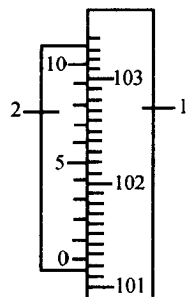

图 6 读数方法
(1) 记录气压计上温度计的读数。
(2) 调节汞槽内汞面高度。旋动螺丝 7，使槽内汞面恰与象牙针 5 的尖端相接触。黄铜管上的刻度读数是以象牙针尖端为零点开始计算的。
(3) 调节游标尺 旋转游标旋钮 4，使游标尺的下沿略高于汞柱液面，然后慢慢下降，使游标尺的下沿与汞弯月面相切并与视线处于同一水平线上。
(4) 读数 先根据与游标尺零点相对应的黄铜标尺（主尺）的刻度，读出接近游标尺零点以下的刻度值，如 101.2（图 6）再从游标尺上找出与主尺刻度线吻合得最好的一条刻度线的数值 如为 5 则气压计读数为 101.25kPa。
(5) 读数毕 应向下转动螺丝 7 使汞液面离开象牙针 2~3cm。